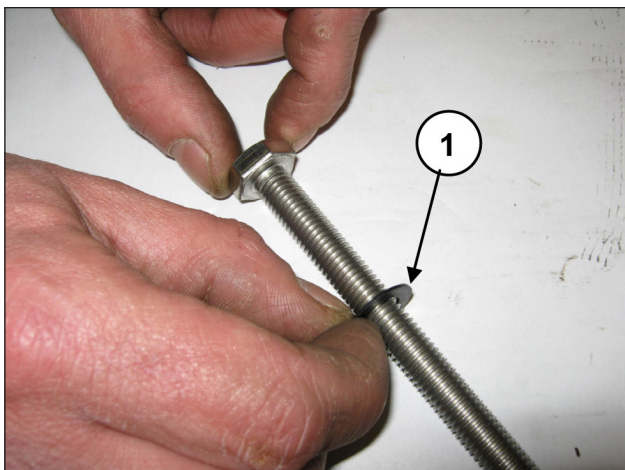

Fig. 187
Introducir la arandela Ø10x18x0.9 en el tornillo de fijación del pistón (pos. ①, Fig. 187).